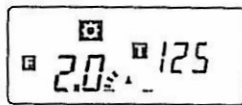
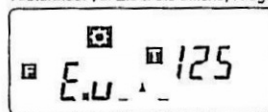
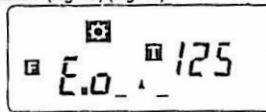

Fig. 17
Fig. 18
Fig. 19
- ① Appuyer sur le sélecteur de mode pour passer au mode de mesure de la lumière ambiante.
- ② Régler le film et les vitesses de l'obturateur.
- ③ Presser le commutateur de mesure, et la valeur mesurée est affichée (Fig. 17).
- La Fig. 17 indique la vitesse de l'obturateur 1/125, et l'ouverture F2,0+3/10 mesurée.
- Si l'on change la sensibilité du film (ISO) ou la valeur de vitesse de l'obturateur (T) après la mesure, la valeur de mesure est calculée de nouveau automatiquement et affichée une nouvelle fois.
- E.u (erreur de sous-exposition) ou E.o (erreur de surexposition) est affiché si l'on dépasse la gamme de mesure. Si E.u a été affiché, réduire la vitesse de l'obturateur ; si E.o a été affiché, l'augmenter. (Fig. 18) (Fig. 19)